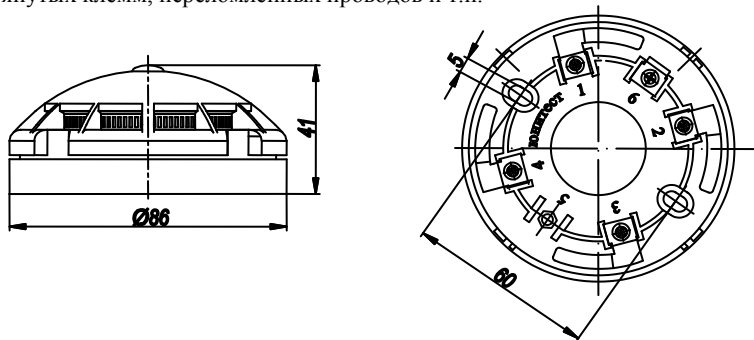

Рис.1. Габаритные и установочные размеры извещателя.
1.9. В зависимости от схемы подключения (см. рис. 1 и 2) извещатель подает извещения «ВНИМАНИЕ» или «ПОЖАР» на ПКП, что позволяет использовать его для управления пожарной автоматикой. Извещения подаются путем замыкания шлейфа сигнализации в прямой полярности с остаточным напряжением 8,5В.
4.1. Габаритные и установочные размеры извещателя представлены на рис.1, схемы подключения на рис.2,3.